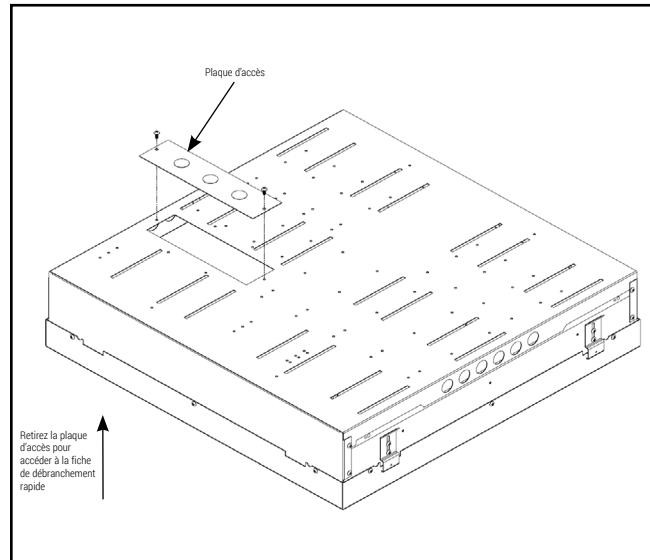

Figure 2.
3. Retirez la plaque d'accès pour accéder à la fiche de débranchement rapide. (Figure 2)